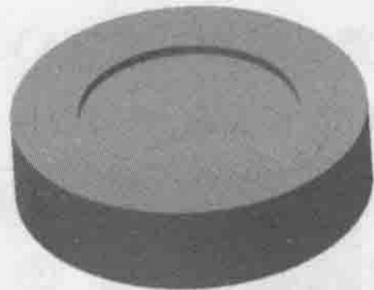

图 1.2 旋转特征 1
Step2. 创建图 1.2 所示的旋转特征 1。
(1) 选择命令。在 **创建** 区域中单击 按钮，系统弹出“创建旋转”对话框。